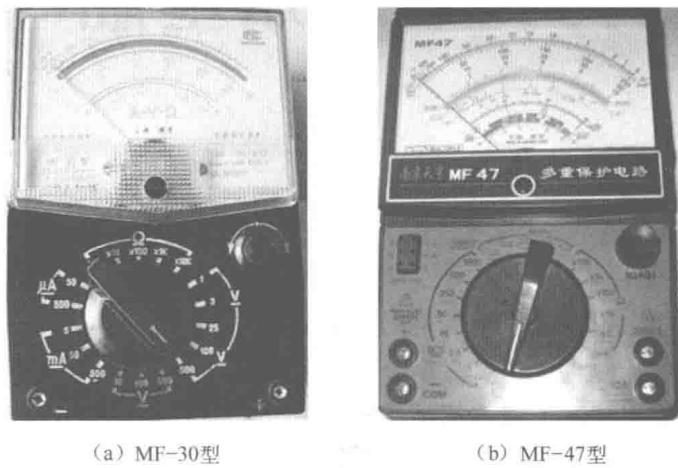

图1-1 袖珍型指针式万用表
**【袖珍型指针式万用表】**袖珍型指针式万用表是一种体积小、重量轻的小型测量仪表，携带方便，应用灵活。如图1-1所示是袖珍型指针式万用表MF-30、MF-47的外形图。